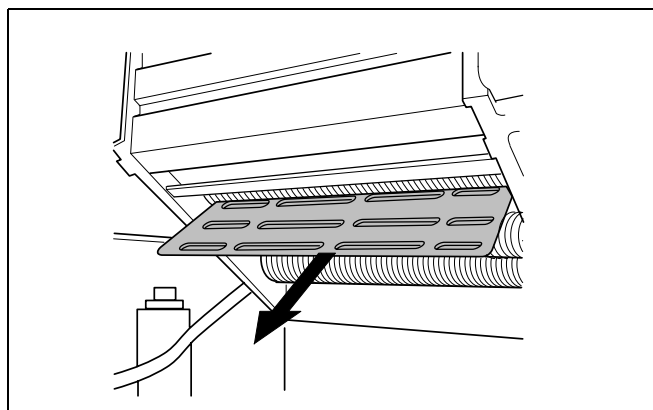

Abb. 33 Stauplatte
- Stauplatte herausziehen (Abb. 33).
- Danach Stauplatte herausziehen (Abb. 33) und eventuell angefallene Schmutzpartikel entfernen.